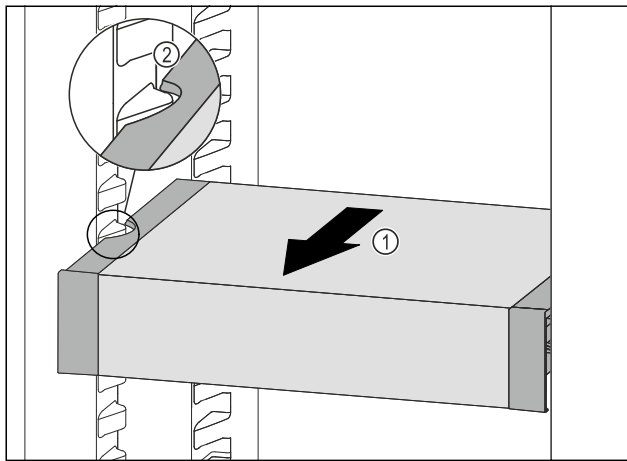

Fig. 87
- ▶ VarioSafe nach vorne ziehen Fig. 87 (1), bis sich die seitlichen Aussparungen des VarioSafes auf Höhe der Behälterrippe im Kühlteil befinden. Fig. 87 (2)